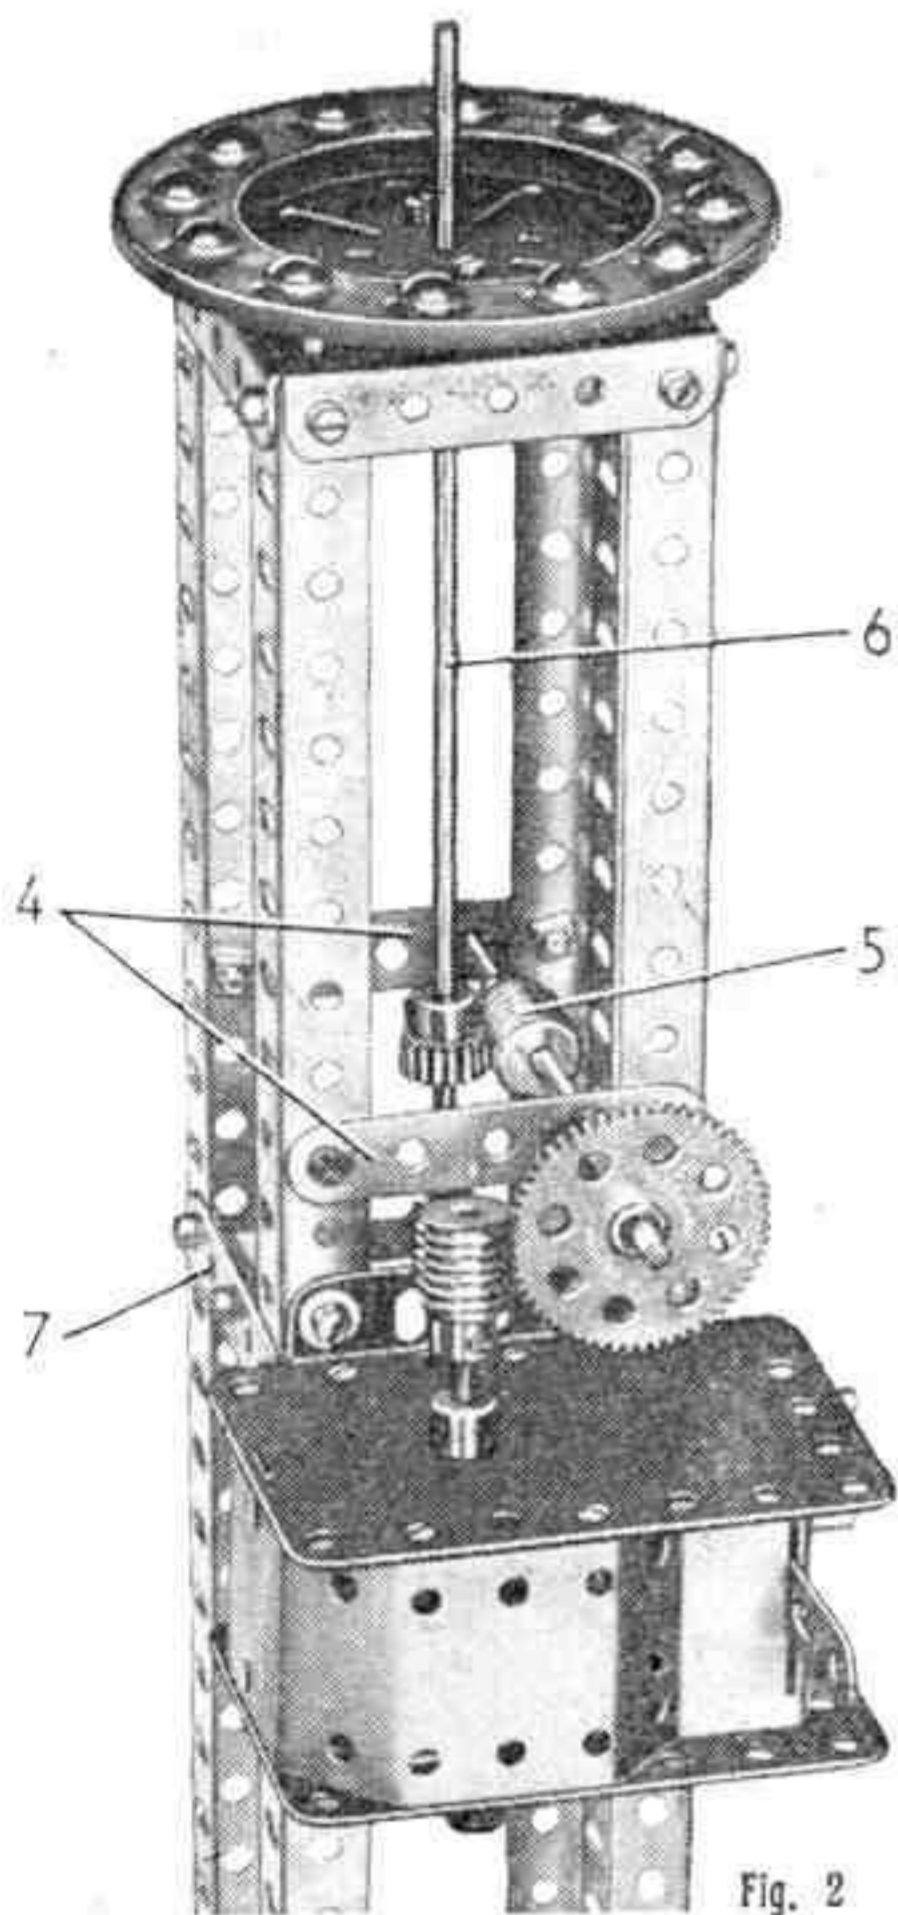

Fig. 2
Une plaque sans rebords de 6 x 6 cm. est boulonnée sur les cornières (3), et un moteur électrique Universel est fixé sur deux des cornières (2) comme le montre la figure 2